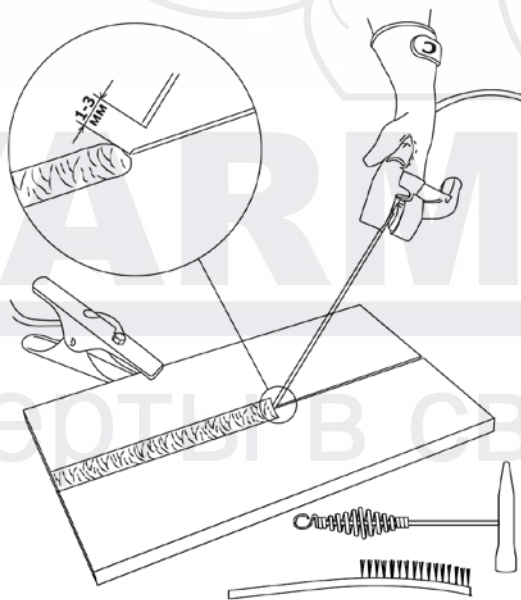

Рис. 10.2. Перед началом работы.
6. Начинайте сварочный процесс (См. рис. 10.2).
Перед началом работы не забудьте проверить следующее (См. рис. 10.2):